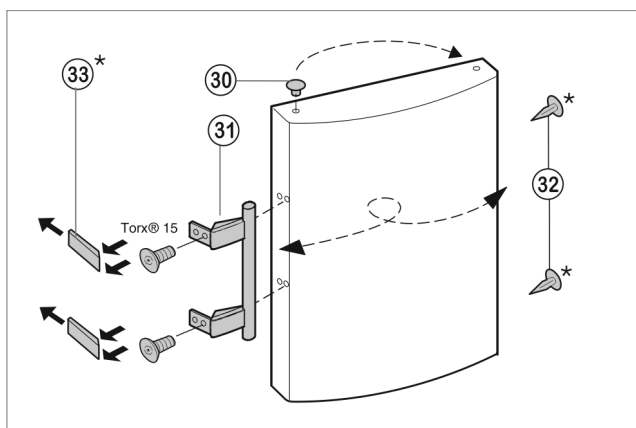

Fig. 9
- ▶ Estrarre il tappo Fig. 9 (30) dall'alloggiamento del supporto della porta e spostarlo.
- Smontare la maniglia della porta Fig. 9 (31), i tappi Fig. 9 (32) e le piastre di spinta Fig. 9 (33) e spostarli sul lato opposto.